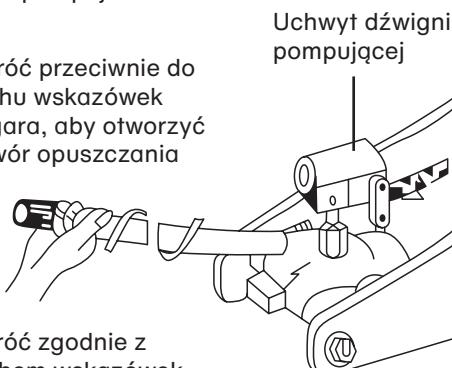

Fig. 1
- Zamknąć zawór opuszczania, przykręcając go w prawo. W tym celu użyć dźwigni pompujączej (patrz Fig. 1).
1. Otworzyć zawór opuszczania, przekręcając go w kierunku przeciwnym do ruchu wskazówek zegara (patrz Fig. 1).